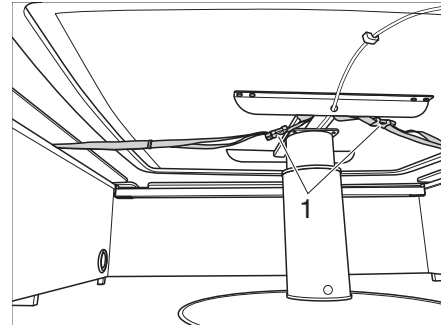

Fig. 60 Sécurisation de la table à hauteur réglable avec des sangles
- ▶ La table à hauteur réglable n'est pas fixée au sol. Avant un trajet, abaisser la table à hauteur réglable jusqu'à la butée inférieure et la fixer avec les sangles (Fig. 60,1) en dessous des banquettes.